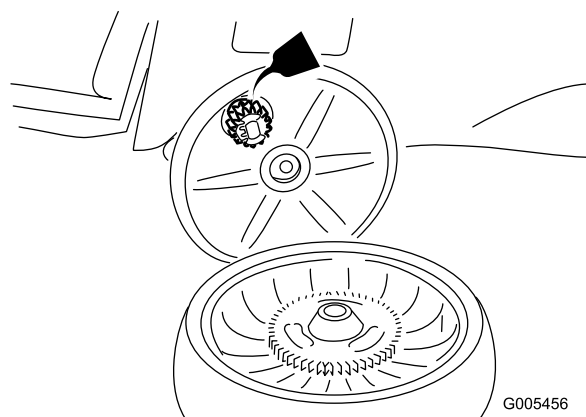

Figura 26
2. Applicare dell'olio lubrificante agli ingranaggi come illustrato in Figura 26.